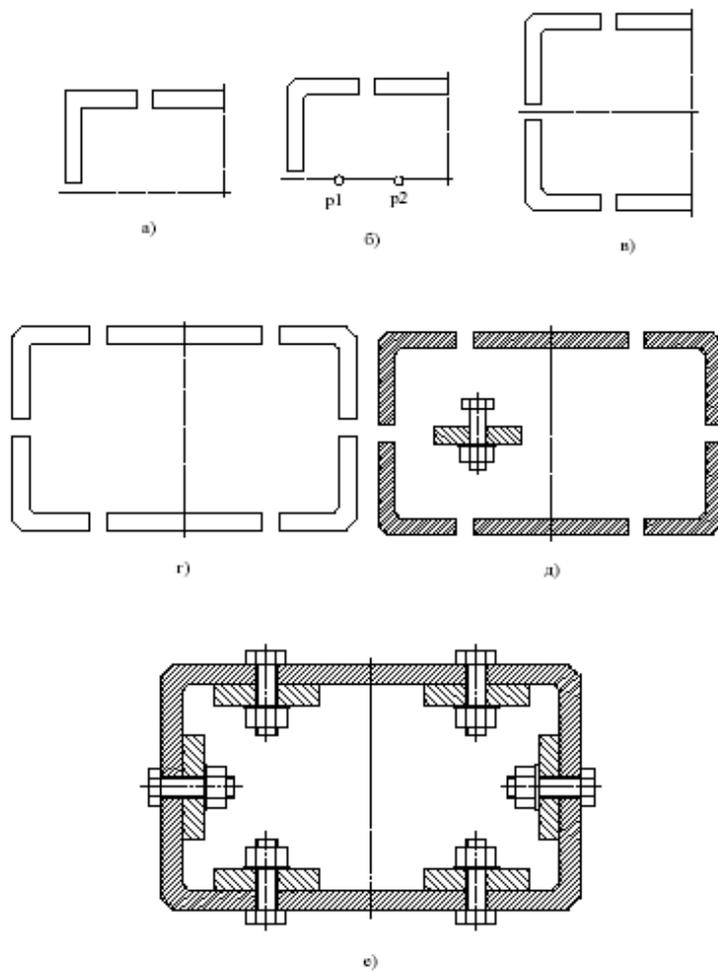

Рис. 1. Последовательность выполнения задания
2. Изобразить четвертую часть корпусной детали (рис. 1, а).
3. Выполнить изображение фаски (рис. 1, б). Выбрать отрезки, между которыми строится фаска.
4. Построить симметричные изображения четверти (рис. 1, в), а затем половины корпусной детали (рис. 1, г).
6. Вставить из библиотеки стандартных графических объектов изображение соединения болтом. В окне **Болт Гайка Шайба** задать диаметр и высоту пакета (рис. 1, б).
7. Изобразить пластину в разрезе с углом штриховки 135° (рис. 1, д).
8. Вставить изображения болтом в соответствующие места сборочного чертежа с различным углом вставки (рис. 1, е).